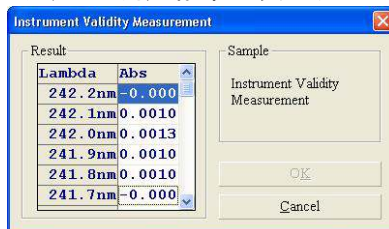
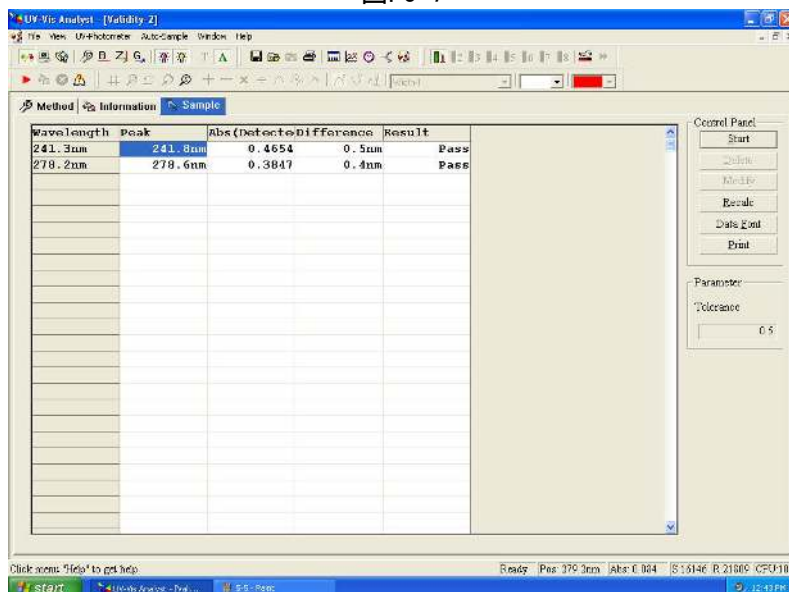

図. 5-7
図. 5-8
6. **波長標準フィルタ**を **Sample** ホルダーにセットし、 をクリックして測定を開始すると、以下のフォームが表示されます。(図. 5-7) OK をクリックすると測定結果が表にリスト化されます。(図. 5-8)